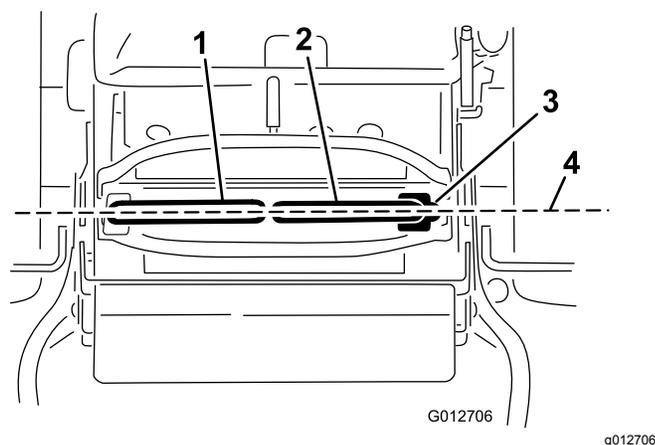

Рисунок 66
Внимание: Убедитесь, что после регулировки рычагов управления движением прямолинейное движение не нарушено (Рисунок 66).
- После завершения горизонтального выравнивания проверьте выравнивание в продольном направлении, слегка переместив рычаги управления движением вперед, чтобы устранить любые люфты в тягах рычагов управления (Рисунок 66).